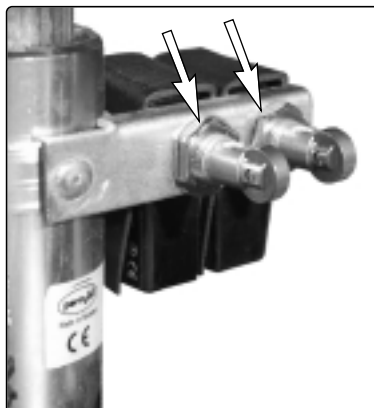

Abb. 55. Halterung Sicherheitsgeber
3. Schrauben Sie den Geber ab, indem Sie die Mutter lösen, siehe Abb. 55.